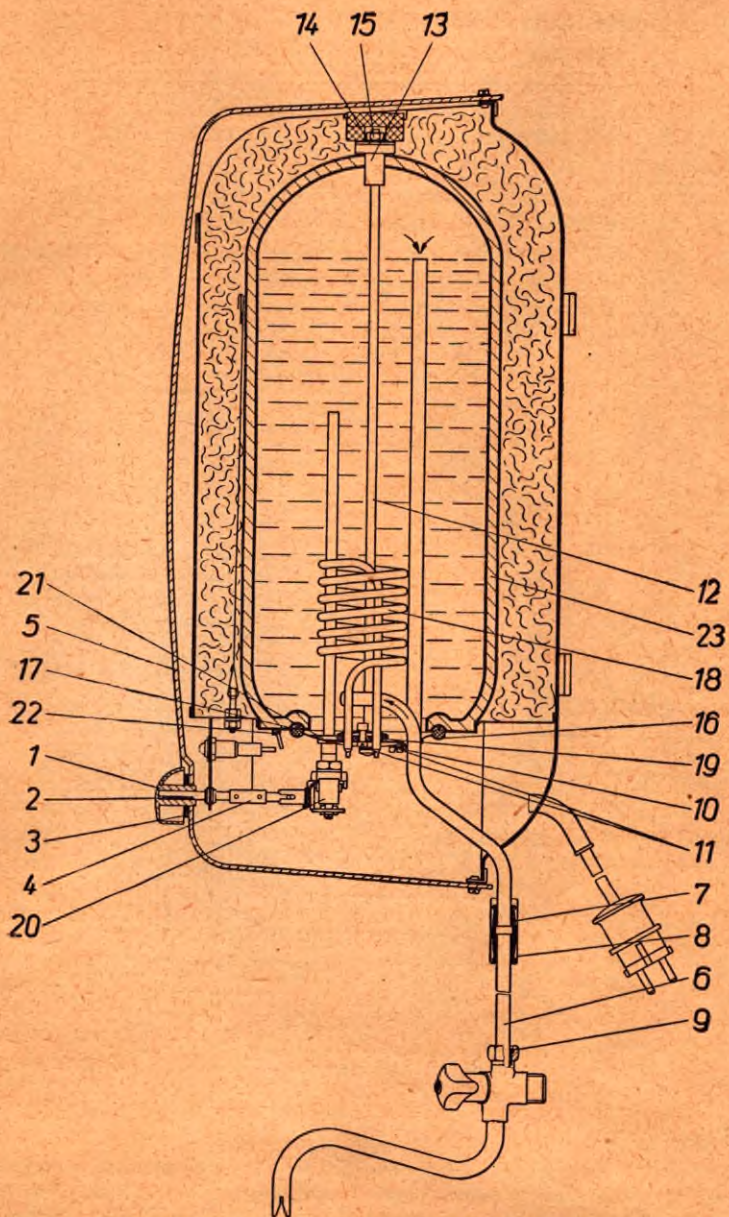

Abb. 4 Schema Heißwasserspeicher ULTRA-THERM T 10
Der Aufbau des Heißwasserspeichers T 10 geht aus Abb. 4 hervor. Die Demontage des Gerätes wird wie folgt vorgenommen: Netzstecker ziehen, Reglerknopf (1) und Verkleidung (5) abnehmen. Im Kessel befindliches Wasser durch Entfernen der Ablaßschraube (10) ablaufen lassen. Muffen (7) von Zu- und Abflußrohr auf die Verlängerungrohre zurückschieben. Welle (4) entfernen und Netzanschluß lösen. Filzscheiben (24) und (25) herausnehmen und die darunter befindliche Sechskantmutter (15) lösen. Damit kann der Flansch (16), der den auswechselbaren Heizkörper (18) und Temperaturregler RWV (20) trägt, nach unten herausgenommen und das Gerät gereinigt werden.